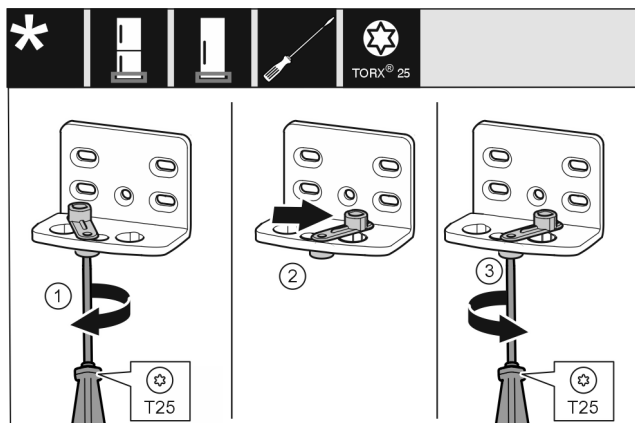

Fig. 17 *
- Šroubovákem volně přišroubujte šroub Fig. 17 (1).*
- Zvedněte pomůcku zavírání dveří Fig. 17 (2) a v otvoru ji otočte o 90° doprava.*
- Šroubovákem šroub Fig. 17 (3) pevně utáhněte.*